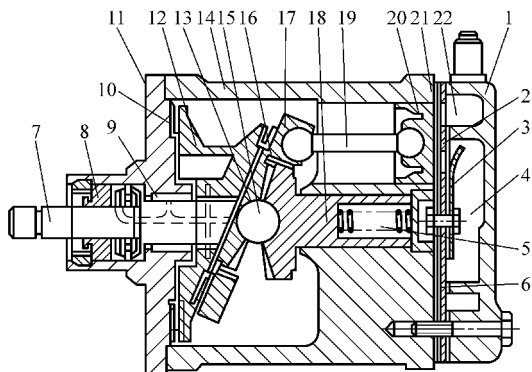

图 7-11 翘板活塞压缩机结构
1) 结构。翘板活塞压缩机的气缸上装有进、排气阀,随活塞在气缸内的往复运动,依次进行吸气和压缩行程,其结构如图 7-11 所示。